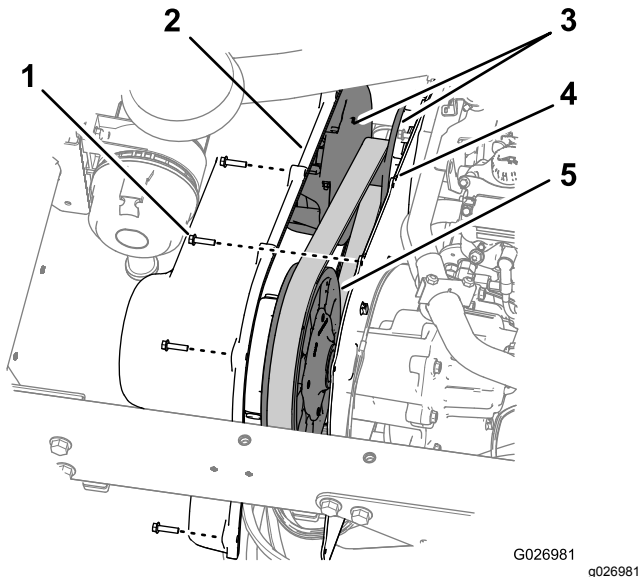

Figure 64
- Retirez les 9 boulons à embase hexagonale (1/4 x 1") qui fixent le couvercle de la transmission à la plaque de montage (Figure 64).
- Alignez les trous du couvercle de la transmission sur ceux de la plaque de montage (Figure 64).
- Fixez le couvercle à la plaque de montage (Figure 64) au moyen des 9 boulons à embase hexagonale (1/4 x 1") que vous avez retirés à l'opération 1, et serrez les boulons à un couple de 10,2 à 12,4 N·m.